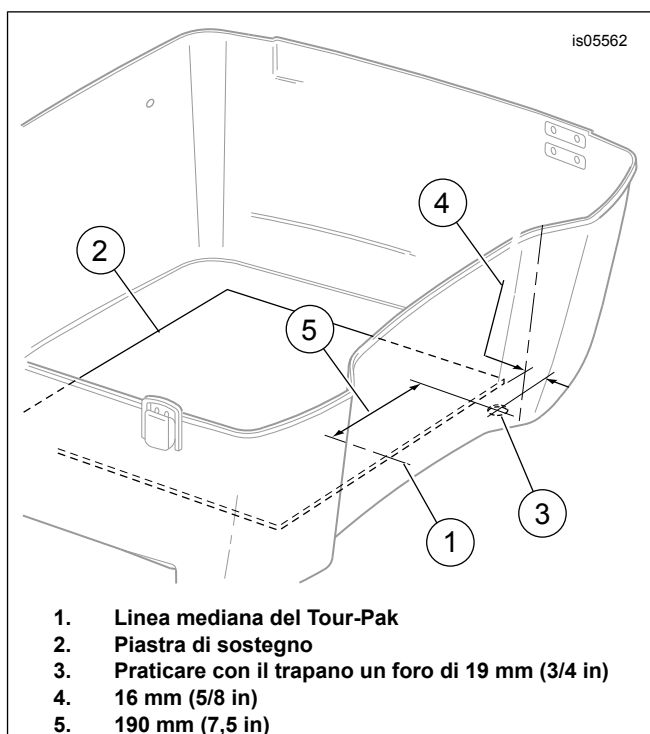
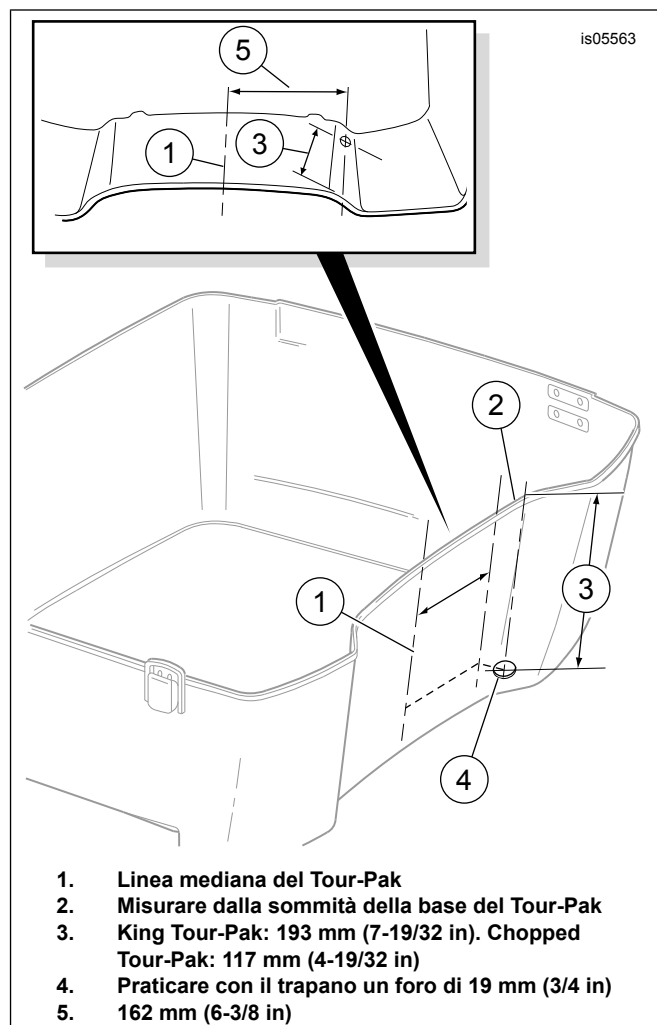

Figura 2. Punto di foratura per il cavo dell'antenna AM/FM (Tour-Pak tipo 1)
Figura 3. Punto di foratura per il cavo dell'antenna AM/FM (Tour-Pak tipo 2)
- a. Vedere Figura 2. Misurare e determinare il centro (1) della piastra di sostegno (2) che copre il fondo del Tour-Pak.
- c. Misurare nuovamente e contrassegnare il centro della piastra di sostegno (2) sul davanti della striscia di nastro e di nuovo vicino al retro. Tracciare una linea retta che congiunga i due segni.
- d. Mantenendosi di fronte al nastro, misurare 190 mm (7,5 in) (5) tra la linea mediana e il lato sinistro del fondo del Tour-Pak.
- g. Misurare in avanti 16 mm (5/8 in) (4) dal bordo anteriore della piastra di sostegno e tracciare una breve linea trasversalmente alla linea tracciata al punto precedente.
- j. Dalla parte inferiore del Tour Pak eseguire con il trapano un foro (3) di 19 mm (3/4 in) dall'esterno verso l'interno del Tour-Pak.
- l. Vedere Figura 3. Misurare e determinare il centro (1) della parete anteriore interna del Tour-Pak.
- o. Mantenendosi di fronte al nastro, misurare 162 mm (6-3/8 in) tra la linea mediana e la parete anteriore sinistra del Tour-Pak. Non seguire la curva della parete, ma misurare **diritto fino all'altro lato**. Vedere il riquadro nella Figura 3.
- q. Misurare nuovamente e segnare il nastro a 162 mm (6-3/8 in) (5) **direttamente** dalla linea mediana, vicino alla sommità della striscia di nastro, e nuovamente accanto al fondo della striscia. Tracciare una linea tra il segno superiore e quello inferiore.
- r. **Per il King Tour-Pak:** Misurare verso il basso 193 mm (7-19/32 in) (3) dal bordo superiore del Tour-Pak. **Per il Chopped Tour-Pak:** Misurare verso il basso 117 mm (4-19/32 in) (3) dal bordo superiore del Tour-Pak. Tracciare una breve linea orizzontale trasversalmente alla linea verticale.
- u. Dall'esterno del Tour Pak, eseguire con il trapano un foro (4) di 19 mm (3/4 in) attraverso il foro di guida verso l'interno.